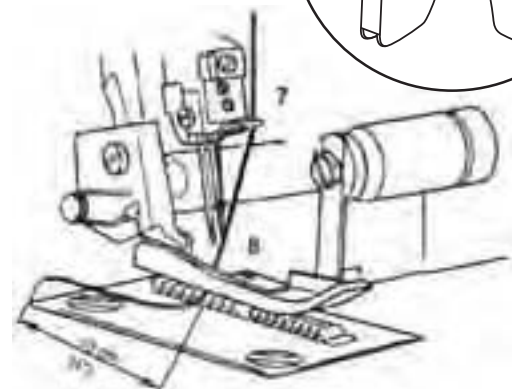

Abb.28
5. Führen Sie den Faden durch die rechte Nadel (8) (Abb. 28).
6. Legen Sie den Faden nach hinten unter den Nähfuß (21).